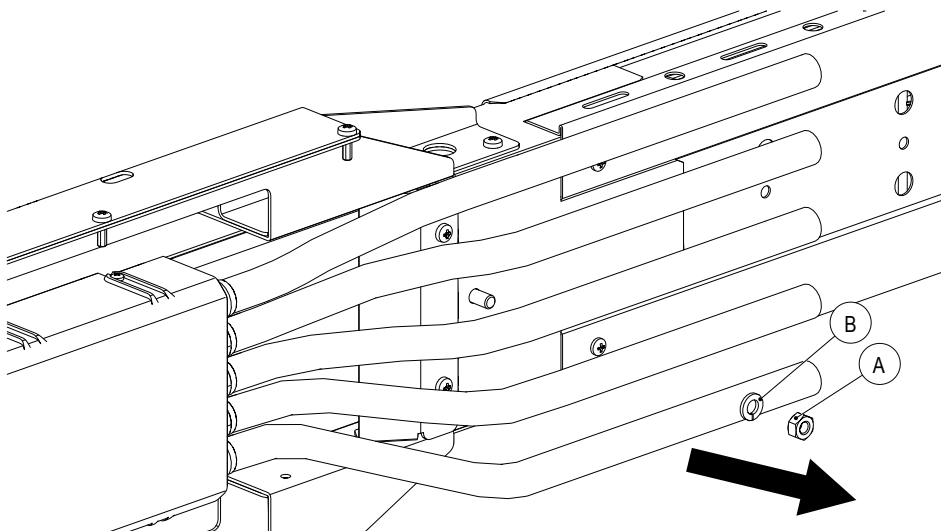

Abb. 66: Hintere Sechskantmutter M6 (A) des Fixpunktes lösen
- Die Streckeneinspeisung mit Klemmenkasten in die Fixpunkte am Befestigungsrahmen einhängen. Dabei die PE-Position beachten. Conductix-Wampfler empfiehlt, die PE-Schiene als letzten bzw. unteren Pol anzubringen (von oben betrachtet) (siehe Abb. 66).